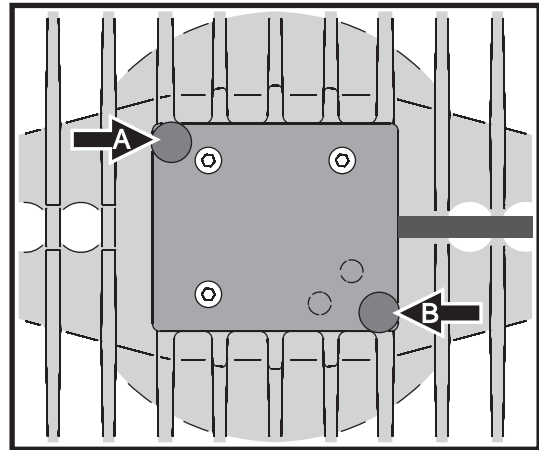

Figura 2: Tornillos de fijación de la cubierta de acceso a la lámpara
2. El portalámparas es parte integrante de la cubierta de acceso a la lámpara. Observar la Figura 2. Quitar las dos palometas **A** y **B** que fijan la cubierta de acceso y extraerla suavemente de la unidad hasta tener acceso a la lámpara. Evitar tirar de los cables.